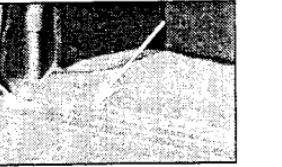

Fig. 1
2. Baje la puerta posterior de los vehículos para exponer la placa posterior del ajuste del umbral. Quite la placa del umbral quitando los tornillos que la unen al piso del vehículo (fig. 1).